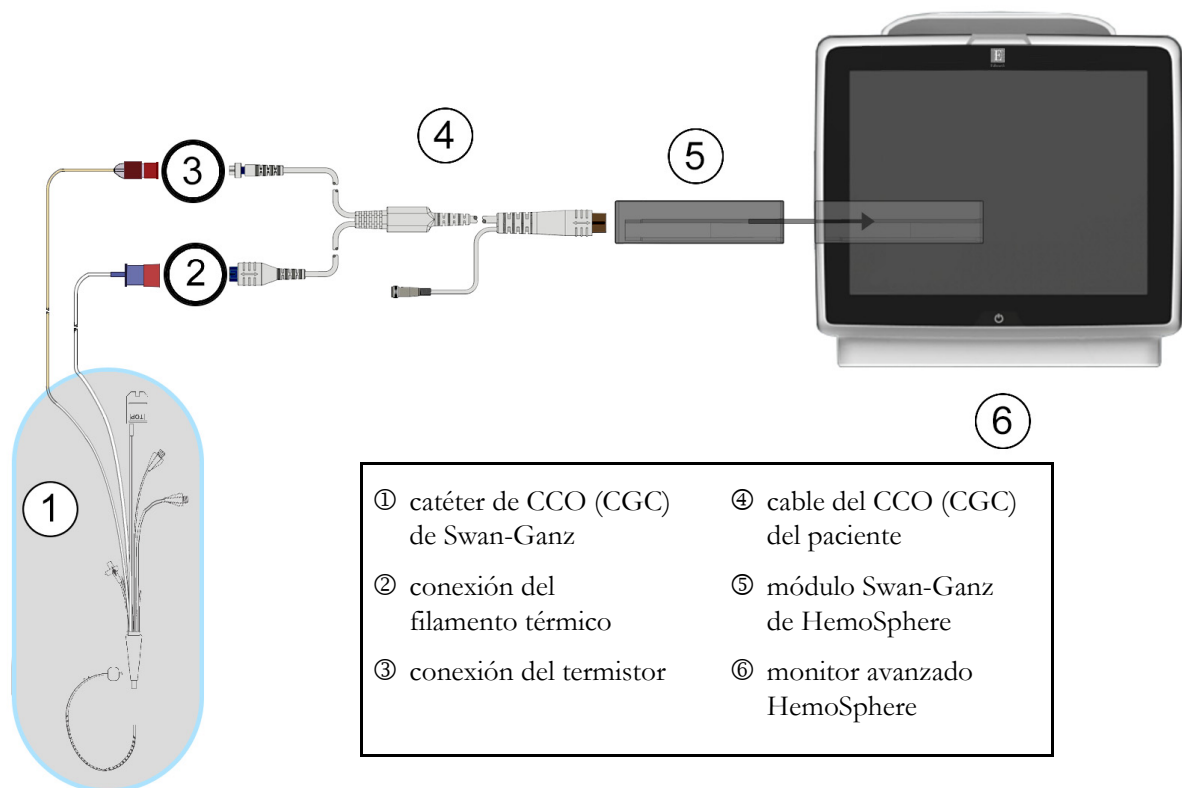

Figura 9-4 Descripción general de la conexión del GC
- 2 Acople el extremo del catéter del cable del paciente a los conectores del termistor y del filamento térmico del catéter de CCO (CGC) de Swan-Ganz. Estos conectores están señalados con los números ② y ③ en la figura 9-4 en la página 157.